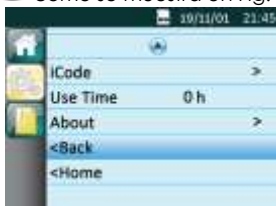

Fig. 15-9
(1) Retornando a la Interfaz de Configuración Inicial Mover el cursor a la opción de Regresar girando **la Perilla** ⚙️ como se muestra en Fig. 15-9